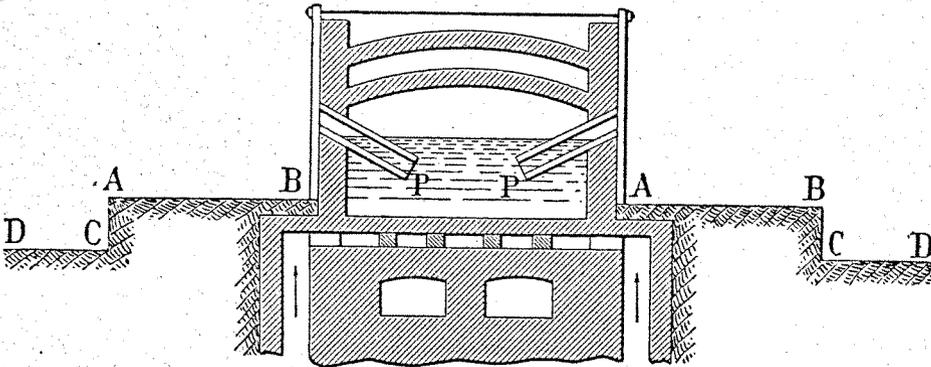

Fig. 367. — Ouvreaux de cueillage.
M. Boucher a également combiné un four présentant de notables avantages et en particulier le suivant. Des tubes plongeurs P en argile réfractaire (fig. 367) sont emboîtés et lutés dans les ouvreaux, qu'ils ferment hermétiquement; et c'est par ces tubes plongeurs que se fait le cueillage du verre. Cette disposition permet de marcher en aspiration, ce qui rend la combustion beau-